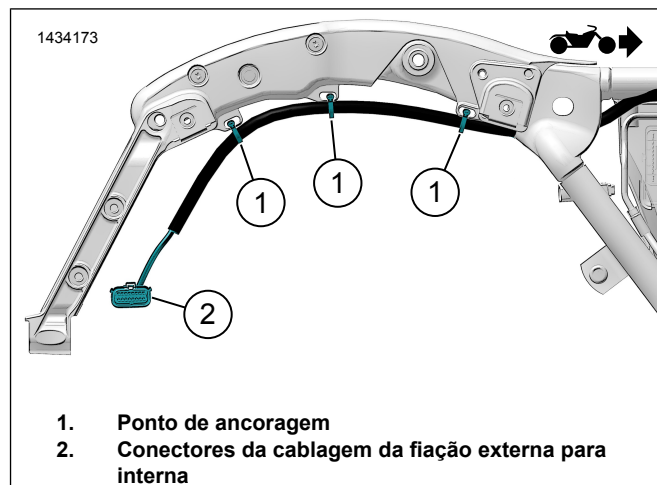

Figura 17. Orientação da cablagem do arnês externo do cabo (típico)
- a. Figura 17 Utilizando braçadeiras, instale o chicote de forma frouxa nos pontos de ancoragem (1). Não aperte as braçadeiras dos cabos.
- d. Ligue o cabo negativo da bateria (2).
- e. Ligue o cabo positivo da bateria (4).
- f. Instale o fusível (4) no porta-fusíveis (3).
- g. Fixe o porta-fusíveis (3) com uma braçadeira.
- h. Encaminhe os conectores (1) em direção à área de cobertura lateral esquerda e os conectores (5, 6) em direção à cobertura lateral direita.
2. Figura 17 Ligue o chicote externo do alforge ao chicote interno (2) do alforge.